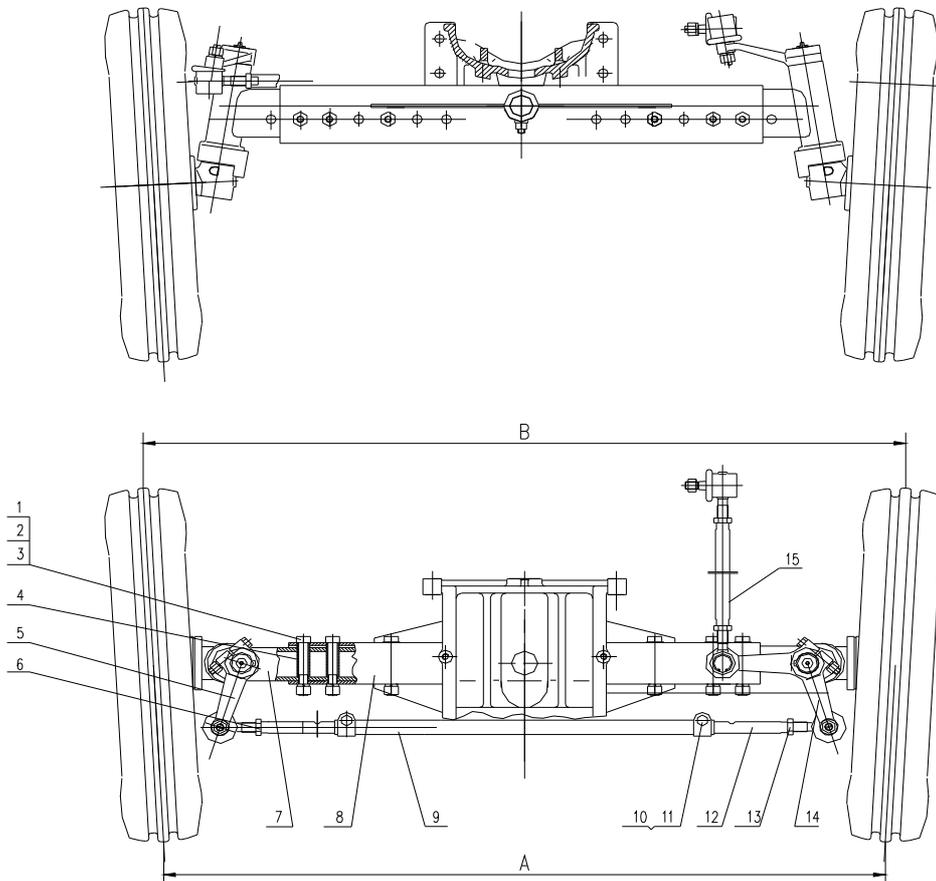

Abbildung 5-9 Die Struktur der Vorachse
5.3.5.1 Die Struktur der Vorachse (Sieht Abbildung 5-9)
- Die Einstellung der Vorzehe vom Vorrad (Abbildung 5-9)